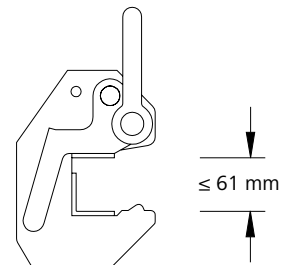

Abb. 28.2
1. Zuerst Sicherheitshebel soweit wie möglich öffnen (Abb. 28.2).
Überschreitet das Kontrollmaß 61 mm (Abb. 28.2), ist der Kranhaken sofort auszutauschen. Dies gilt auch, wenn nur ein Schenkel das Kontrollmaß überschreitet.